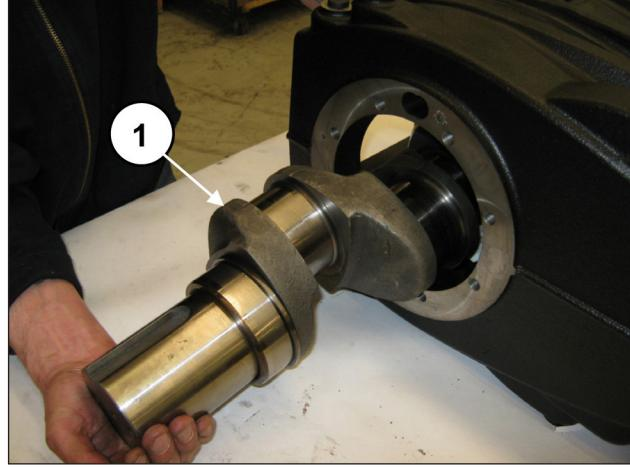

Fig. 31
Retire o eixo de manivela do cárter do lado PTO (pos. ①, Fig. 31).